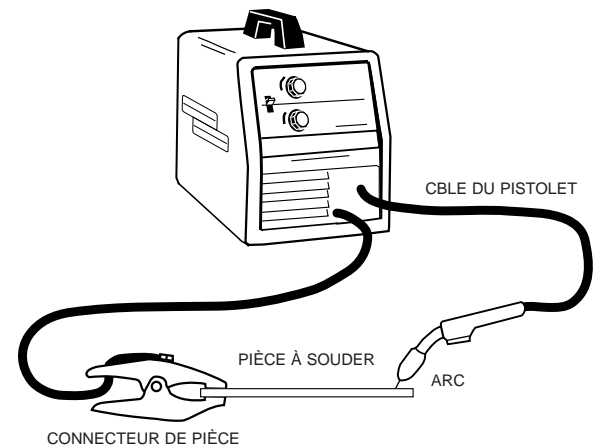

Figure B.7
6. Se reporter à la figure B.7. Fixer le connecteur de pièce au métal à souder. Le connecteur de pièce doit assurer un bon contact électrique avec la pièce à souder. La pièce à souder doit également être mise à la terre comme on l'explique dans les mesures de sécurité au début du manuel.